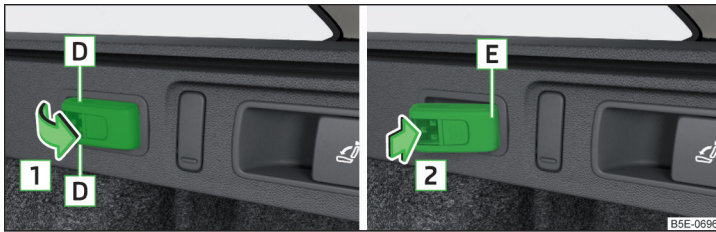

Abb. 143 Leuchte herausnehmen / Leuchte einsetzen
- Zum **Herausnehmen** die Leuchte im Bereich **D** fassen und in Pfeilrichtung **1** herausschwenken » Abb. 143.
- Zum **Einsetzen** die Leuchte zuerst mit dem hinteren Teil **E** in die Halterung einsetzen » Abb. 143 und danach die Leuchte in Pfeilrichtung **2** nachdrücken, bis diese hörbar einrastet.